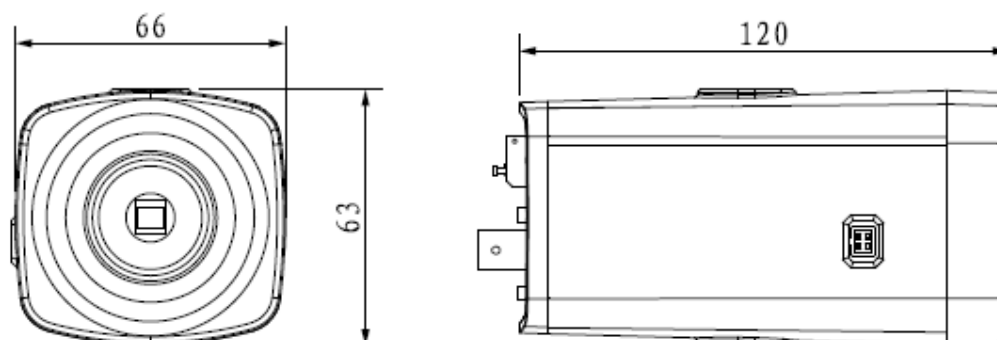

Рисунок 2
– в термокожух (предварительно следует убедиться, что габаритные размеры камеры (рис.2) вместе с установленным объективом меньше соответствующих внутренних размеров термокожуха);